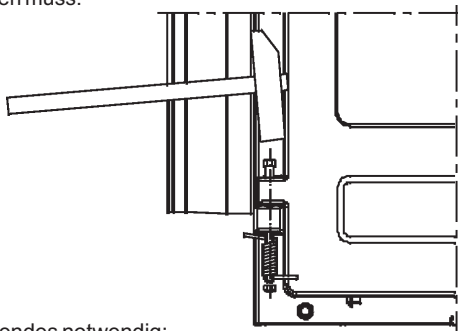

Abb. 1.
- Türe schließen, die Vorderplatte abnehmen, den Stift an dem unteren Scharnier herausnehmen, die Imbusschraube so hineingeben, dass ca. 15 mm aus dem Scharnier herausragt. Setzen Sie die Feder so auf die ein wenig überspannte Schraube, dass ein Ende in den Ofenrand einhakt. Feder halten, Schraube stampfen, auf die Schraube eine geschlossene Schraubenmutter aufsetzen (siehe Bild 1).